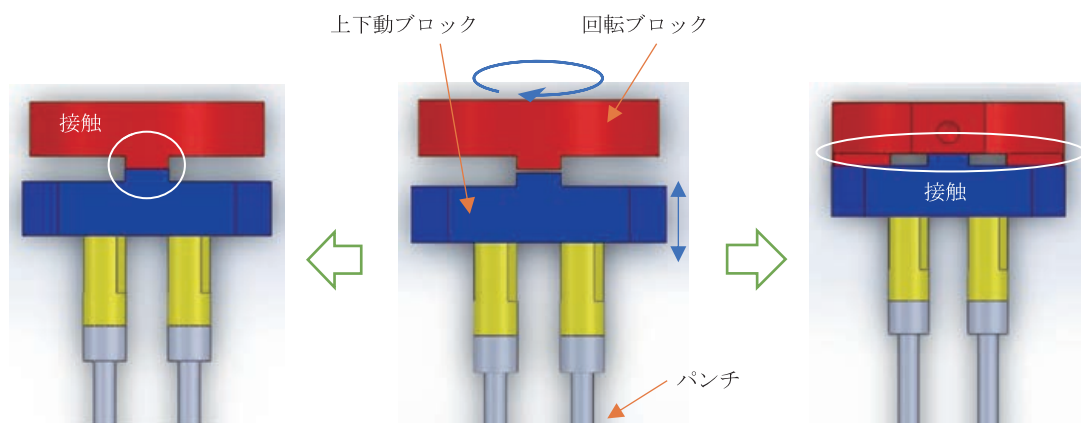

図 10 回転ブロック・上下動ブロック
(7) (d)回転機構組立図. 1の回転ブロックは、回転軸を介してラチェット歯車と同じ間欠回転運動を行い、図 10 の上下動ブロックはパンチと連動して上下に摺動する。回転ブロックと上下動ブロックには、それぞれ 2 カ所の凸部が設けてあり、回転ブロックの回転量に応じてその相対位置が変化する。
上死点では、図 10 中央のように上下動ブロックと回転ブロックの間に隙間があるが、下死点では、図 10 左のように凸部同士が接触する場合と図 10 右のように凸部と面が接触する場合に分かれる。これらは上下動ブロックと回転ブロックの相対位置によって決まり、前者では上下動ブロックとパンチの上昇量が少ないため打抜きとなるが、後者では上下動ブロックとパンチの上昇量が多くなるため空抜きとなる。